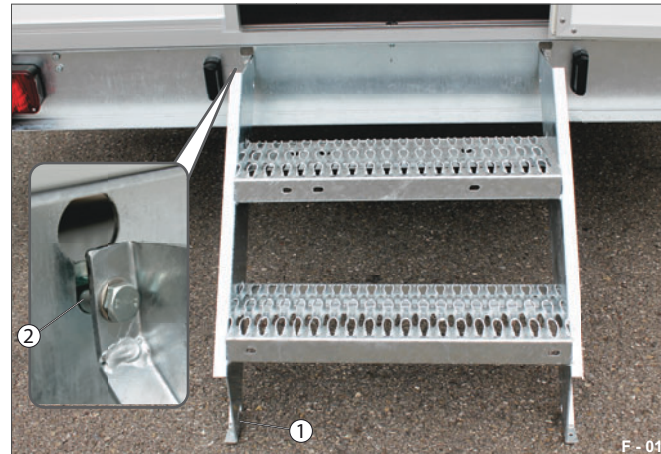

Abb. 12 Treppe eingehängt
Die Treppe muss mit den Auflageflächen (Abb. 12/1) vollflächig am Untergrund aufliegen - ggf. Höhe des Fahrgestells einstellen.
- ▶ Prüfen Sie, dass die Bolzen (Abb. 12/2) in den Lochungen gesichert sind.